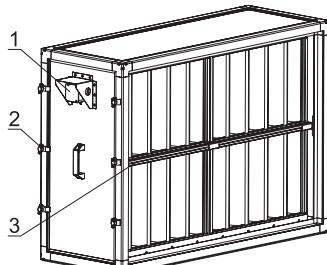

Рисунок 19
При замене фильтрующей вставки (рис.19) необходимо отвернуть прижимы (2), демонтировать съемную панель со стороны обслуживания, потянуть вставку за корпус рамки (3) и извлечь.